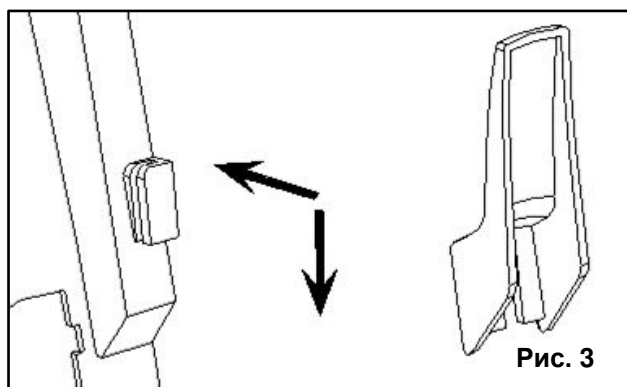

Рис. 3
- Установите скобу крепления сетевого шнура на корпусе мойки в паз до щелчка См. Рис.3)